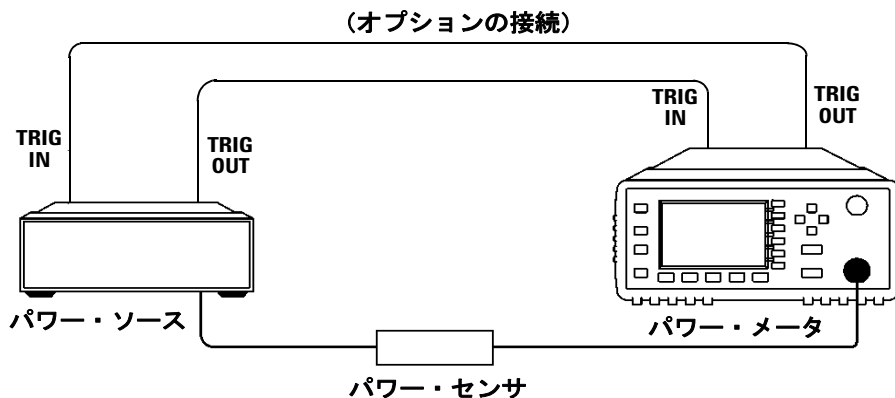

図 2-43 パワー・メータとパワー・ソースの間の TRIG IN および TRIG OUT の接続図
これらのモードを使うと、大規模なテスト・ルーチンが不要になり、コントローラとの通信のオーバーヘッドを減らして測定スループットを改善できます。掃引機能を使うと、一連の周波数またはパワー・レベルをすばやく切り替えながらパワー測定を実行できます。図 2-43 に示す構成は、パワー・メータ測定をパワー・ソース設定に同期するために必要なトリガ接続を示します。
メータの **TRIG IN** に使用されます。「図 2-43」(84 ページ) を参照してください。
- 2 パワー・メータの **TRIG OUT** をパワー・ソースの **TRIG IN** に BNC ケーブルで接続します。同じ接続が、パワー・ソースの **TRIG OUT** からパワー・メータの **TRIG IN** に使用されます。図 2-43 を参照してください。